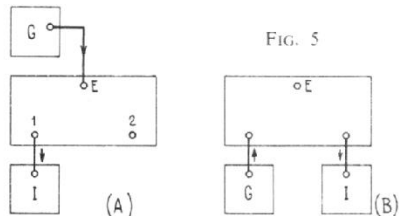

FIG. 5
La mesure indiquée à la figure 5 (B) permet de constater que les signaux UHF ou VHF ne sont pas transmis d'une sortie à l'autre. Il faut effectuer les vérifications suivantes :